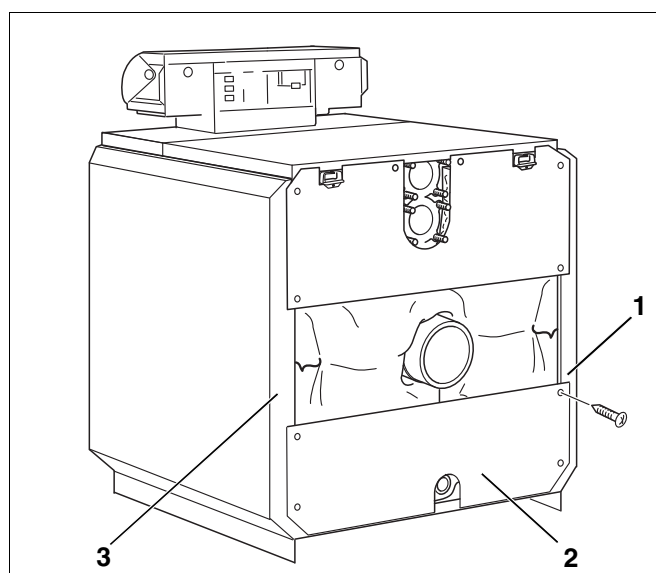

Рис. 40 Установка нижней задней стенки котла
- Закрепить нижнюю заднюю стенку котла (рис. 40, **поз. 2**) к боковым стенкам (рис. 40, **поз. 1 и 3**). При этом вырез для штуцера наполнения и слива воды из котла должен быть направлен вниз.